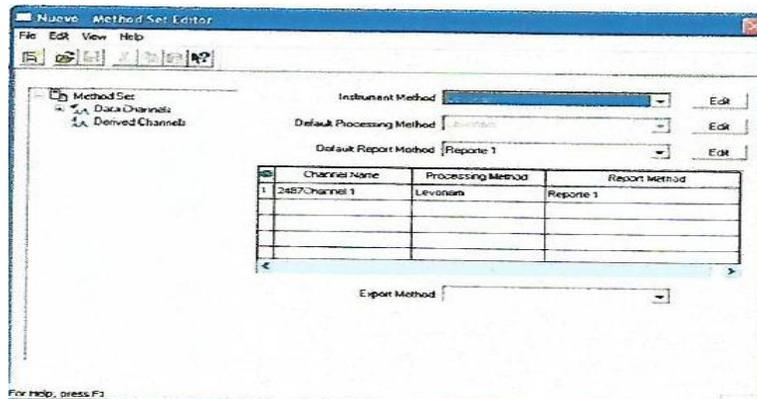

FIGURA 2
5.3.3. Aparece una ventana como muestra en la Figura 2, en la opción INSTRUMENT METHOD EDIT. →
5.3.7. Sin salir de la ventana (Figura 2) en la opción DEFAULT PROCESSING METHOD EDIT. →
5.3.11. Para habilitar el cuadro de selección de método en la segunda opción se debe suprimir la primera fila del cuadro mostrado más debajo de la ventana en cuestión, en la primera columna (**Channel Name**) se establece la Detección o en canal de detección a trabajar para el método creado, en la segunda columna (**Processing Method**), completar con el nombre del método creado (Figura 2).
5.5.2. Entrar en EDIT  OPEN  METHOD SET. Ver Figura 2.